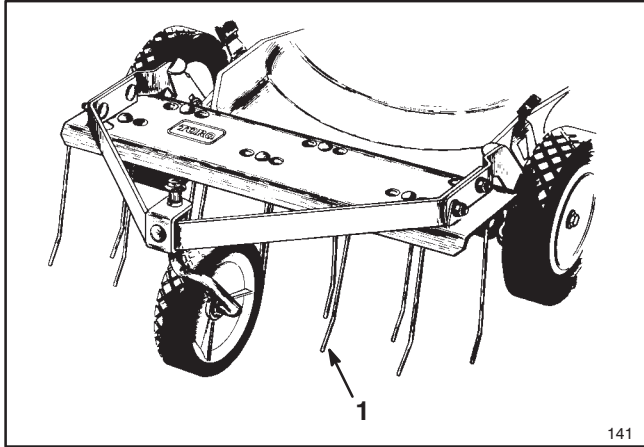

Figure 30
**1. Kit de déchaumage, modèle n° 59131**— S'installe en quelques minutes, à l'avant de la tondeuse pour plus de maniabilité. Les dents à ressort détachent le chaume pour permettre son aspiration dans le sac à herbe (Fig. 30) et son enlèvement aisé.